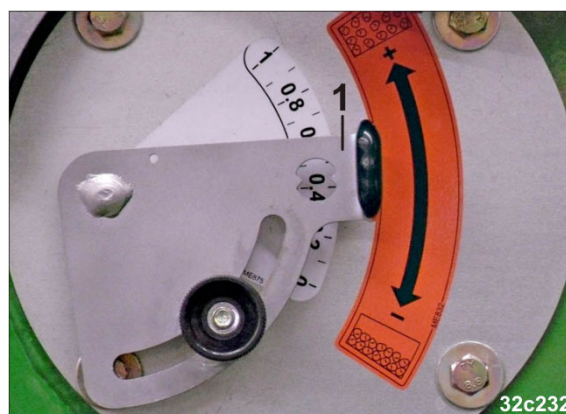

Fig. 285
5. Déplacer plusieurs fois le levier du déflecteur d'air (Fig. 285/1) de butée en butée lorsque la turbine fonctionne.